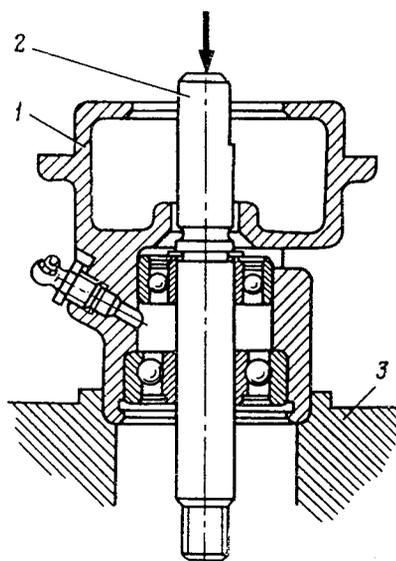

Bild 67. Auspressen der Wasserpumpenwelle:
3. Lagersicherungsring aus dem Pumpengehäuse herausnehmen und Welle mit Lagern aus dem Pumpengehäuse mit einer Presse auspressen bzw. mit einem Kupferhammer herausschlagen, wobei die vordere Stirnfläche des Pumpengehäuses auf ein Untergestell mit einer Bohrung zum Durchgang der Lager abzustützen ist (Bild 67).